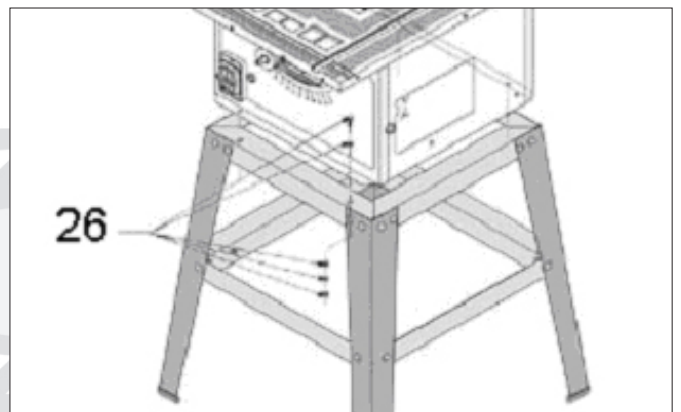

Figur 4
Sett en lang tverrskinne (24) på plass mellom to bein, slik at skruehullene ligger i flukt. Skru tverrskinnen på beina med skruer, strammeskiver og muttere (25), men ikke stram dem for hardt. Gjenta dette med den andre lange tverrskinnen som vist på figur 4.